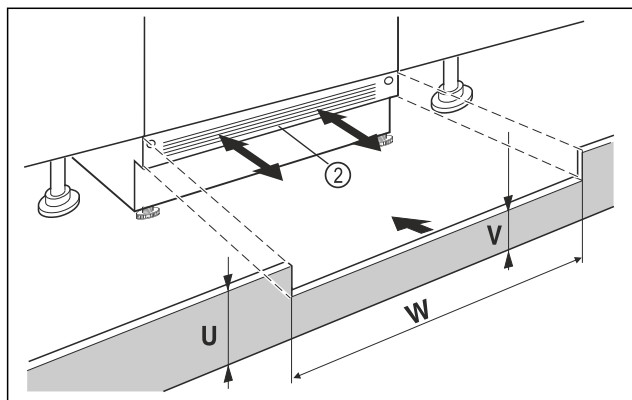

Fig. 71 Eksempelfremstilling
- ▶ Sett på apparatsokkelpanelet Fig. 71 (2) men vent med å feste det.
- ▶ Ved synlig sokkelpanel Fig. 71 (2), må du trekke det så langt fremover at forkanten og møbelsokkelpanelet danner et nivå.
- ▶ Ved tildekket sokkelpanel Fig. 71 (2), må det skyves helt bakover.
- ▶ Forsikre deg om at ventilasjonsåpningene er helt frie: Ved behov må du skjære til høyden til møbelsokkelpanelet Fig. 71 (U)!
- ▶ Langs nisjebredden Fig. 71 (W) må du tilpasse steghøyden Fig. 71 (V) under apparatsokkelpanelet Fig. 71 (2).